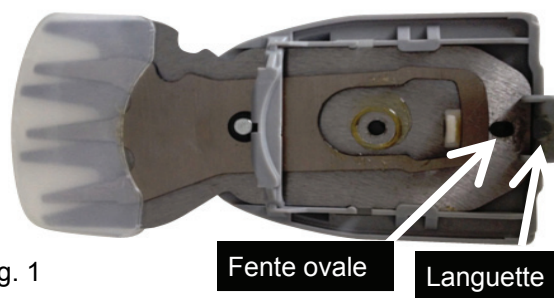

Fig. 1
2. Pour fixer la lame du coupe-gazon, glissez la languette (voir Fig. 1) dans la fente (voir Fig. 2) située dans le logement. Alignez la goupille d'engrenage (voir Fig. 2) avec la fente ovale (voir Fig. 1) sur la lame de manière à les faire correspondre avec précision. Poussez la plaque de protection de la lame vers le haut (voir Fig. 3) jusqu'à entendre le déclic de fermeture. La plaque de protection de la lame se fixera de manière sécuritaire à l'unité au démarrage.